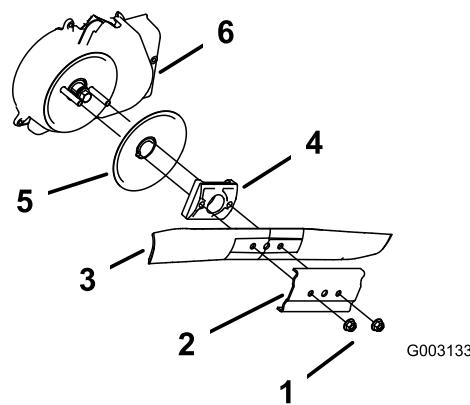

Figura 30
3. Retire las 2 tuercas de la cuchilla y el refuerzo (Figura 30).
4. Retire la cuchilla (Figura 30).
5. Retire el impulsor de la cuchilla y el disco (Figura 30).
6. Retire el protector del embrague del freno de la cuchilla (Figura 30)
10. Instale la cuchilla y el refuerzo que retiró anteriormente (Figura 30).